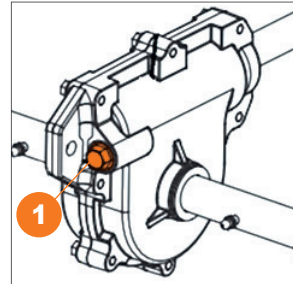

Рис. 25
- Во время обслуживания редуктора самостоятельно, снимите заглушку или открутите болт-заглушку **1**, добавьте 30-50 гр. консистентной смазки и установите заглушку на место (Рис. 25).